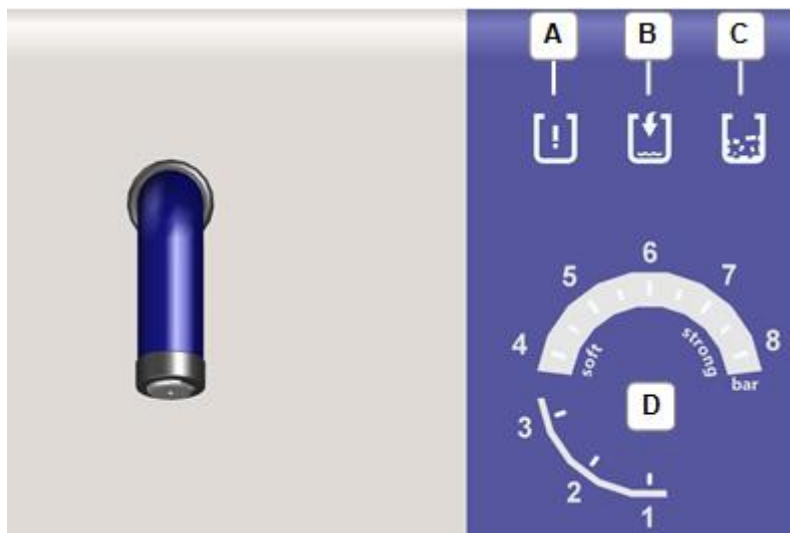

Bild 6.1: Betriebsanzeigen
- Druckbehälter-Schraubkappe nur bei drucklosem Gerät öffnen. Manometer Anzeige (Bild 6.1-D) beachten! Das Gerät steht unter Druck, solange an der Werteskala am Manometer ein Segment leuchtet.